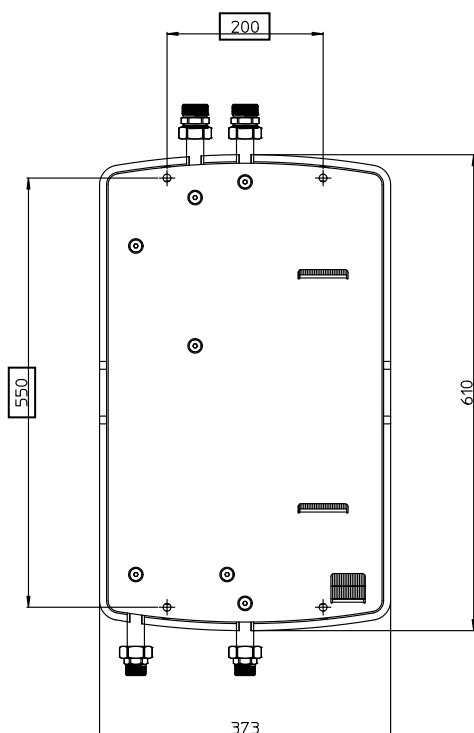

Figura 2: placa posterior para instalar el módulo en la pared
- ✓ Identifique la posición de los 4 agujeros que se realizarán en la pared de acuerdo con el diagrama de la *Figura 2*;